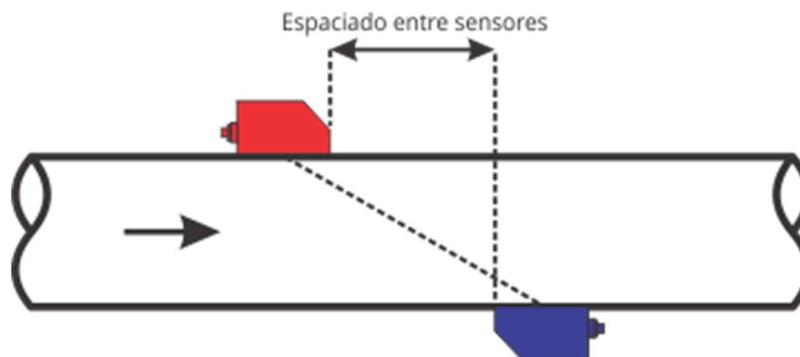

Figura 4.3.Metodo de instalación Z
**Método Z:** Si la cañería se encuentra en el rango de **300-5000 mm** de diámetro, la configuración que se debe utilizar es la Z, tal como muestra la Figura 4.3